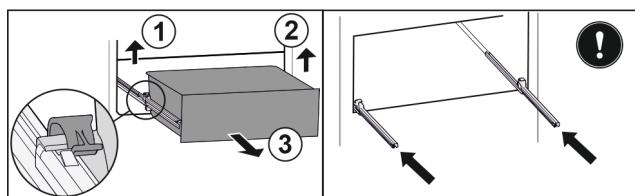

Fig. 106
- Підняти лівий затискач і одночасно висувний ящик ліворуч потягнути вперед. Fig. 106 (1)
- Підняти правий затискач і одночасно висувний ящик праворуч потягнути вперед. Fig. 106 (2)
- Вийняти висувний ящик рухом вперед. Fig. 106 (3)